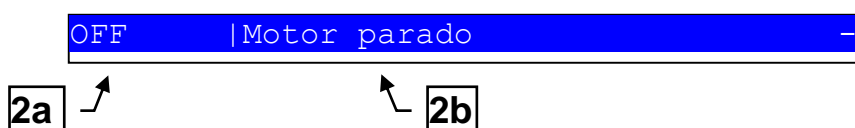

Fig. 5 - Visualização da barra de estado inferior
4.5.6 Barra de estado inferior (ref. à fig. 5)